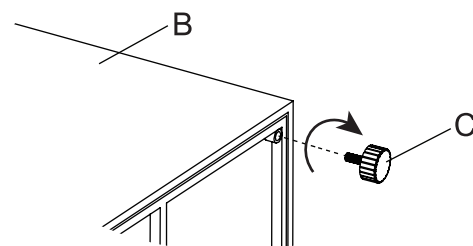

Figure 1
1. Avec l'aide d'une autre personne, placez soigneusement le brasero (B) sur une surface plane et non abrasive pour éviter les rayures. Vérifiez les quatre coins en bas, alignez les patins (C) avec les trous de vis et vissez dans le sens horaire (voir Figure 1).